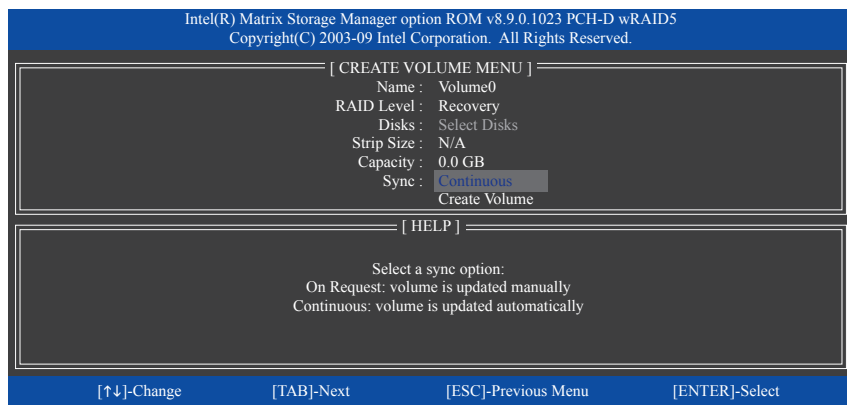

図 11
**Sync (同期)** の下で、**Continuous (連続)** または **On Request (要求に応じて)** を選択します (図11)。**Continuous (連続)** に設定されているとき、両方のハードドライブがシステムの取り付けられていれば、マスタドライブのデータを変更するとその変更はリカバリドライブに自動的にかつ連続してコピーされます。**On Request (要求に応じて)** では、オペレーティングシステムの Intel Matrix Storage Console の **Update Volume (ボリュームの更新)** 機能を使用してマスタドライブからリカバリドライブに手動でデータを更新できます。**On Request (要求に応じて)** では、マスタドライブを以前の状態に復元することもできます。